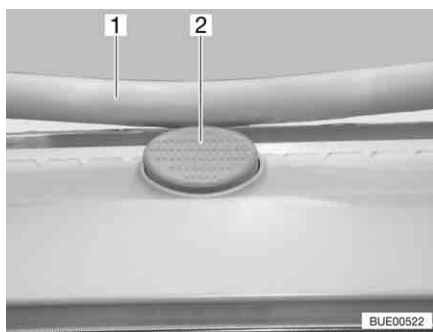

Fig. 57 Bouton de sûreté sur le lanterneau Heki
- Appuyer sur le bouton de sûreté (Fig. 57,2) et tirer l'étrier (Fig. 57,1) vers le bas avec les deux mains.
- Pousser l'étrier vers le haut avec les deux mains jusqu'à ce que ce dernier se trouve au-dessus du bouton de sûreté (Fig. 57,2).